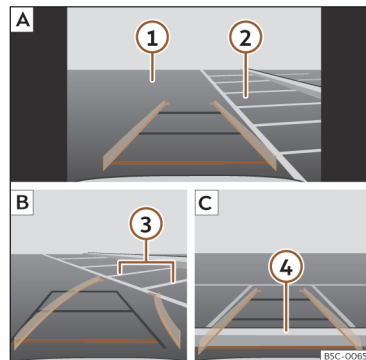

Fig. 160 Visualização no ecrã do sistema infotainment: estacionar com o assistente de marcha-atrás.
Legenda da >>> **Fig. 160:**
- Posicione o veículo à frente do lugar de estacionamento >>> **Fig. 160** ② **A**.
- Retroceda rodando o volante de forma que as linhas amarelas se introduzam no lugar de estacionamento. As linhas verdes e amarelas têm de coincidir com as linhas de delimitação laterais ③ **B**.
- Pare o veículo quando a linha vermelha tiver atingido a delimitação traseira ④ **C**.